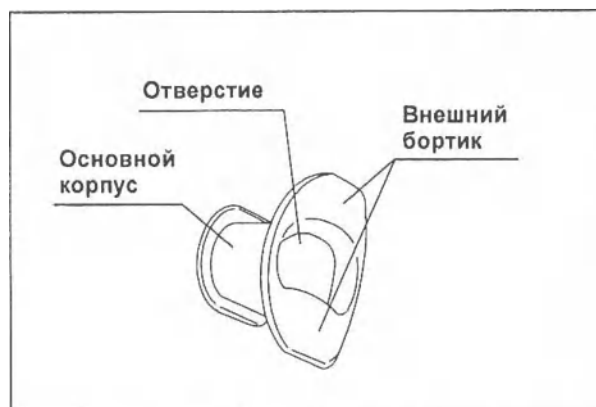

Рис. 3.8
1. Убедитесь в том, что на загубнике нет трещин, деформаций или изменения цвета поверхности (см. Рис. 3.8).
2. Ощупав пальцами все поверхности загубника, проверьте его на наличие глубоких царапин и других повреждений (см. Рис. 3.8).